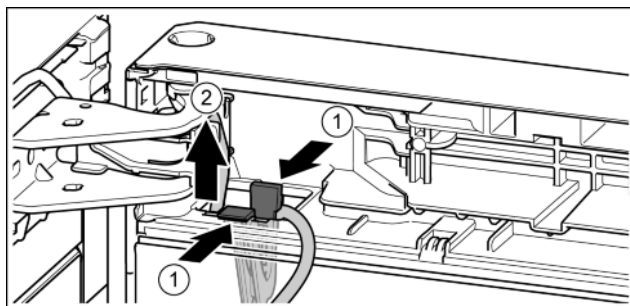

Fig. 20
- Spingere la linguetta. Fig. 20 (1)
- Estrarre il reggicavo con il relativo cavo fissato. Fig. 20 (2)